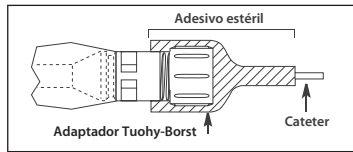

Figura 8
- A extremidade do adaptador Tuohy-Borst da proteção contra contaminação do cateter deve ser fixada com fita adesiva estéril para impedir que o cateter de inserção se mova (ver Figura 8).